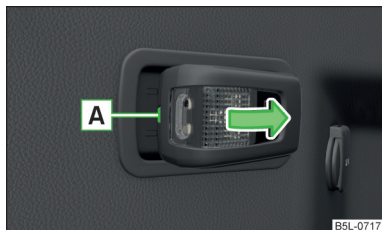

Fig. 184
- Scoateți lampa în sensul săgeții » fig. 184.